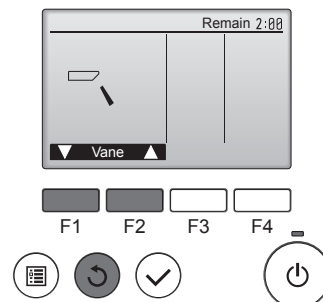

Fig. 8-4
- 2 Pulse el botón [ACEPTAR] para visualizar la pantalla de funcionamiento Deflector, y luego pulse los botones [F1] y [F2] para comprobar el sistema automático de desviación del aire. (Fig. 8-4)